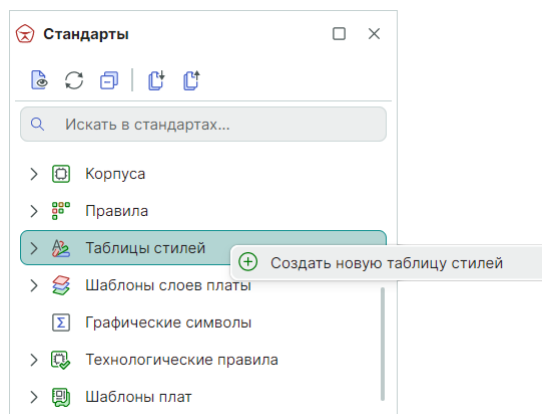

Рис. 135 Создание новой таблицы стилей
2. Вызовите контекстное меню для узла «Таблицы стилей» и выберите пункт «Создать новую таблицу стилей», см. Рис. 135.